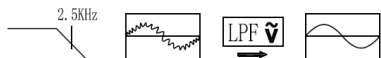

图7
4. 交流电压测量与LPF(低通滤波) ACV测量(见图7)
5. 直流电压测量(见图7)